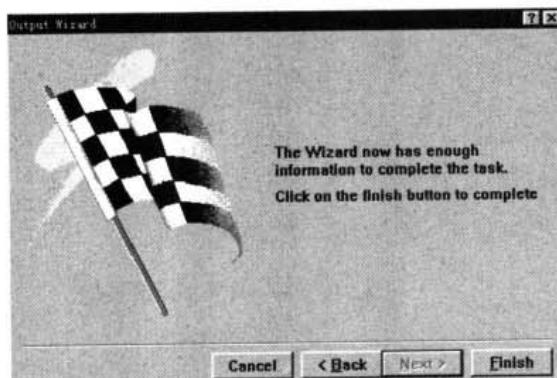

图 18-17 确认元件列表文件生成
(6) 单击 Finish 按钮，即可完成元件列表文件的创建。或者单击 Next 按钮，弹出如图 18-17 所示的对话框，再单击 Finish 按钮，也可完成元件列表文件的创建。其系统默认文件的名称为 CAMManager2.cam。